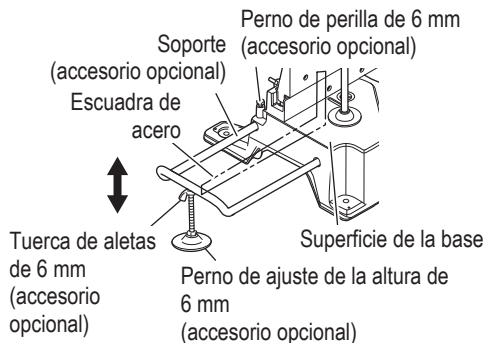

Fig. 23
- (1) Como se indica en la Fig. 23, utilice una escuadra de acero para alinear el borde superior de los soportes con la superficie de la base.
- (2) Después del ajuste, apriete con firmeza el perno de aletas y ajuste el soporte con la perilla de aletas de 6 mm (accesorio opcional). Si la longitud del perno de ajuste de altura de 6 mm es insuficiente, coloque una placa delgada debajo. Compruebe que el extremo del perno de ajuste de altura de 6 mm no sobresalga del soporte. (Fig. 23)